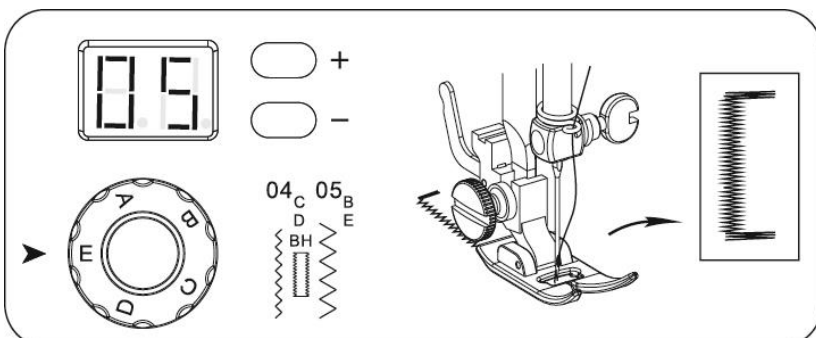

Abb. 21
4. Wählen Sie Stich 05 und stellen Sie das Handrad für die Stichbreite auf E. Schalten Sie die Maschine ein und nähen Sie mit dem Fußpedal 5 bis 6 Stiche. Halten Sie dann an. (Abb. 21)